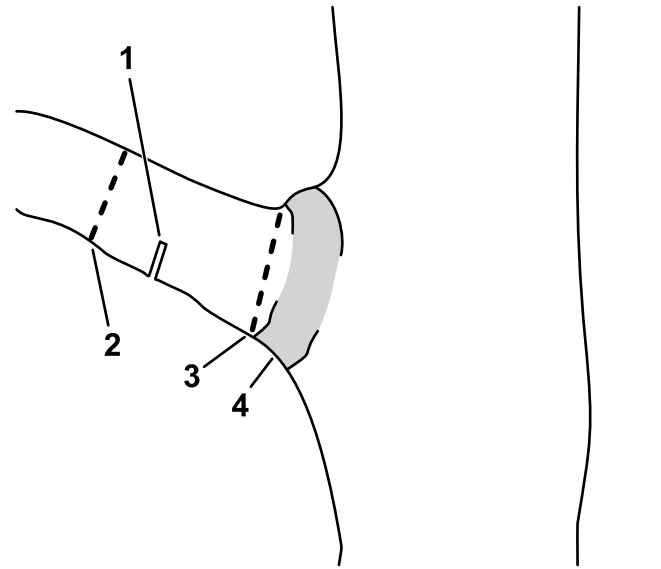

Figura 15
- Corte el muñón de la rama en el cuello de la rama (Figura 15).